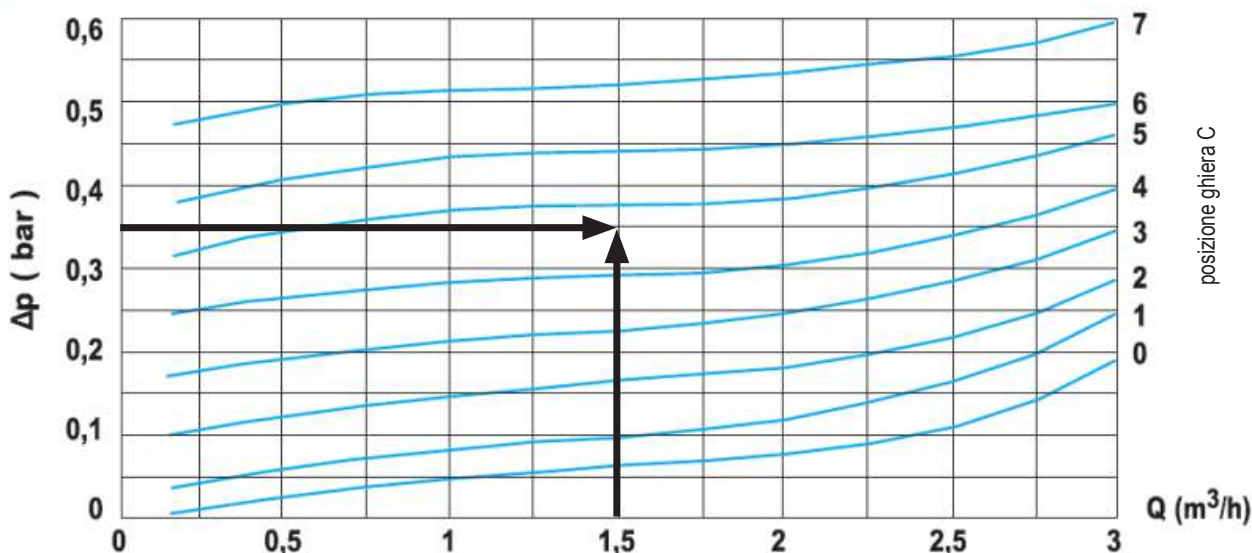

fig. 95 -
- Taratura scelta: su nr. 5 (vedi diagramma "fig. 95 -")